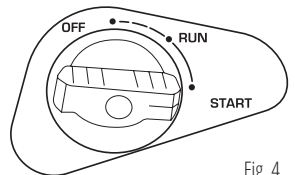

Fig. 4
4. Déplacez la poignée du registre d'air à la position OFF (fig. 4).